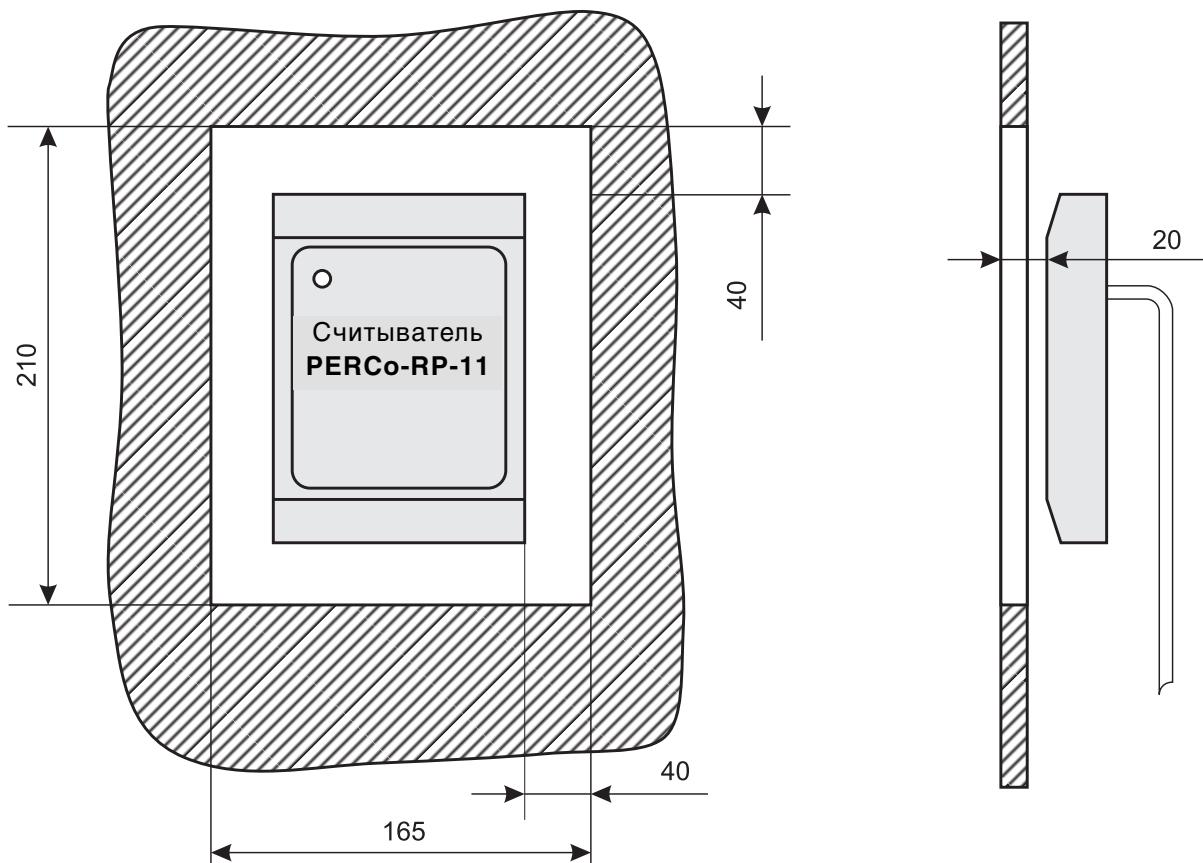

Рис. 3. Установка считывателя за металлической поверхностью
- при установке считывателя за металлической поверхностью, в ней необходимо вырезать окно, напротив которого и устанавливается считыватель (см. рис. 3), при этом размеры окна должны быть не менее 210x165 мм, само окно может быть закрыто неметаллической вставкой (например из пласти массы), а считыватель может быть утоплен вглубь окна на расстояние не более 2 см от внешней стороны металлической поверхности — дальность считывания кода при таком способе монтажа считывателя уменьшается на 30-50%;